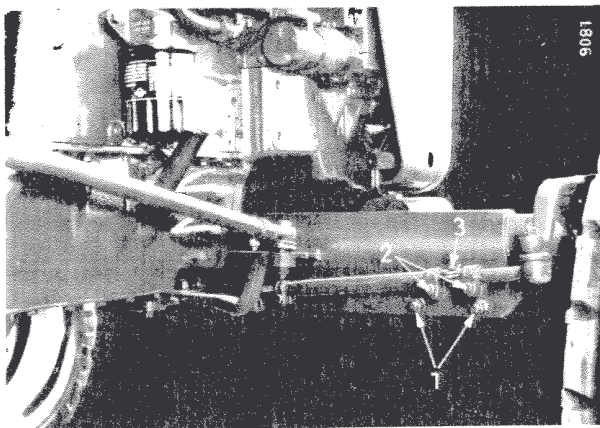

Fig. 16
L'écartement des roues avant peut varier suivant les dimensions indiquées dans le tableau ci-dessous grâce aux coulissement des extensions. Ces dernières sont pourvues chacune de trois encoches et leur fixation est assurée au moyen des boulons. (1, Fig. 16).
Soulevez l'avant-train du tracteur. Démontez les boulons (1, Fig. 16) et retirez l'attache-rapide (3). Desserrez les boulons des colliers (2) situés sur la barre d'accouplement.
Remontez l'attache rapide (3, Fig. 16), après avoir réglé les barres d'accouplement en fonction de la nouvelle largeur. Serrez les colliers (2, Fig. 16).